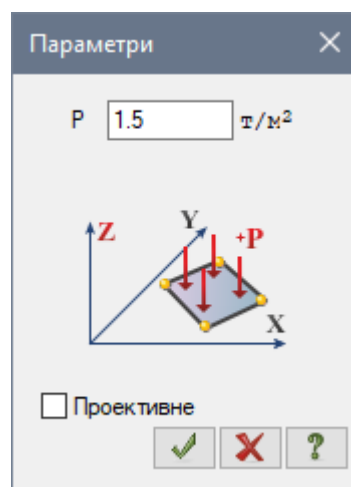

Рис. 21.18. Діалогове вікно **Параметри**
- У цьому вікні задайте інтенсивність навантаження  $p = 1.5 \text{ т/м}^2$  (рис. 21.18).